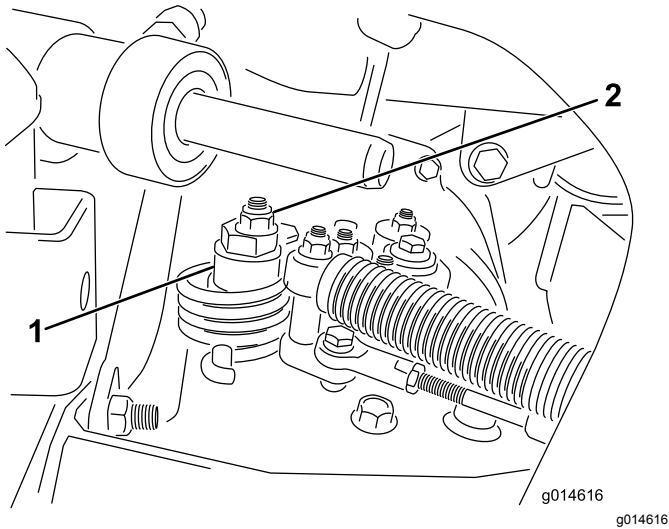

图47
A. 松开将偏心螺栓固定到静液压泵顶部的螺母图47。
- C. 旋转偏心螺栓直到不再出现任何方向的缓慢前移。当轮子停止旋转时旋紧螺母锁定偏心螺栓和调整图47。将油门移至“慢速”和“快速”位置验证调节情况。